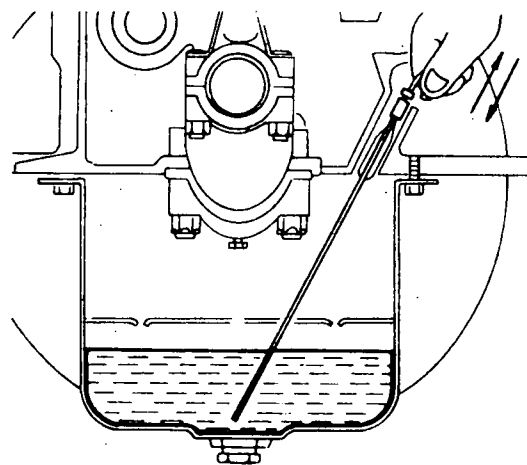

Fig. 1
- b Controle o nível do óleo através da vareta medidora (fig. 1).